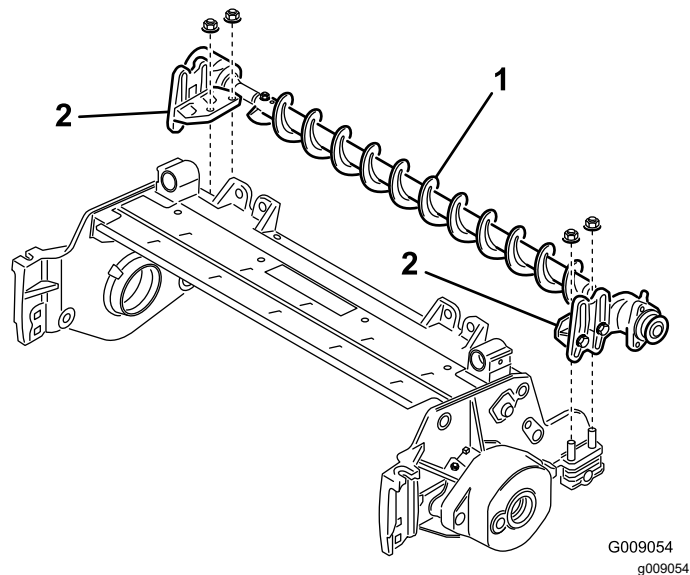

Figura 8
8. Coloque los soportes de montaje del conjunto del cepillo de rodillo en los pernos del soporte del rodillo (Figura 8). Sujete los soportes de montaje del conjunto del cepillo a las chapas laterales de la unidad de corte con las tuercas que retiró anteriormente.